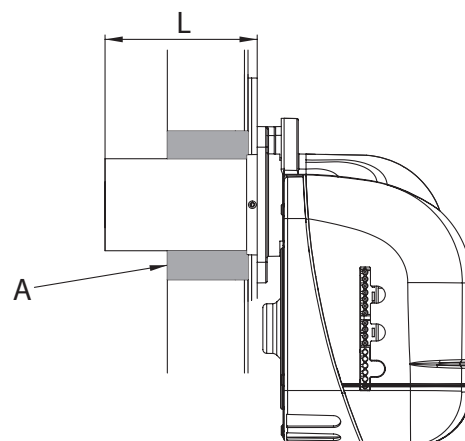

fig. 9
5.7 Montaggio del bruciatore (Fig. 9)